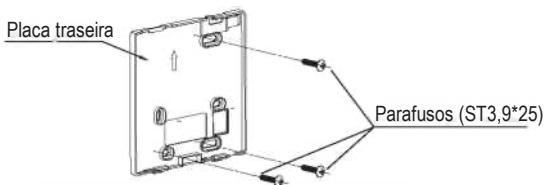

Fig. 3-3
- Para uma montagem exposta, fixe a placa posterior na parede com os 3 parafusos (ST3,9*25) e as buchas (Fig. 3-3).